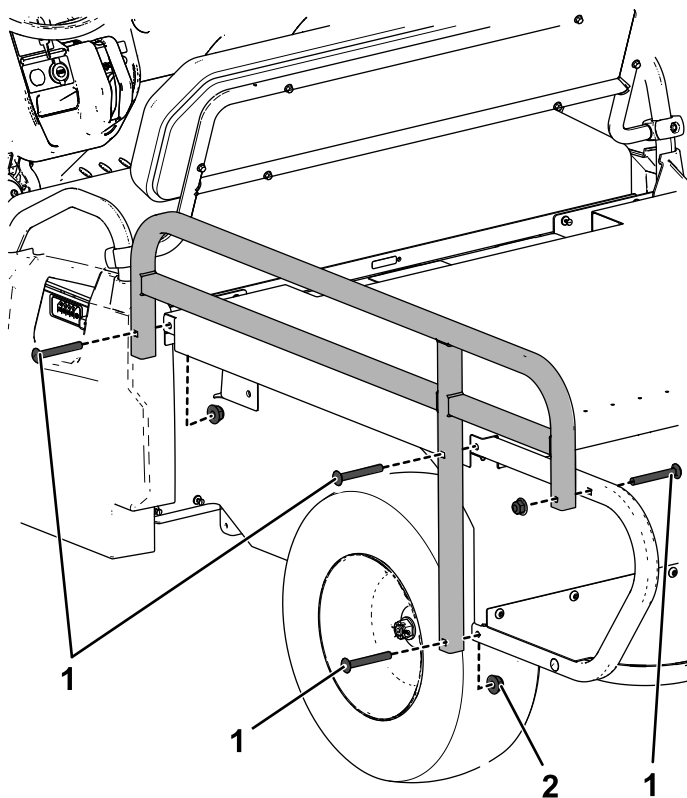

Bild 9
8. Befestigen Sie die Seitenschielen mit acht Schlossschrauben ($\frac{3}{8}$ " x 3") und acht Sechskantmuttern ($\frac{3}{8}$ ") an der Ladepritsche, wie in Bild 9 abgebildet.